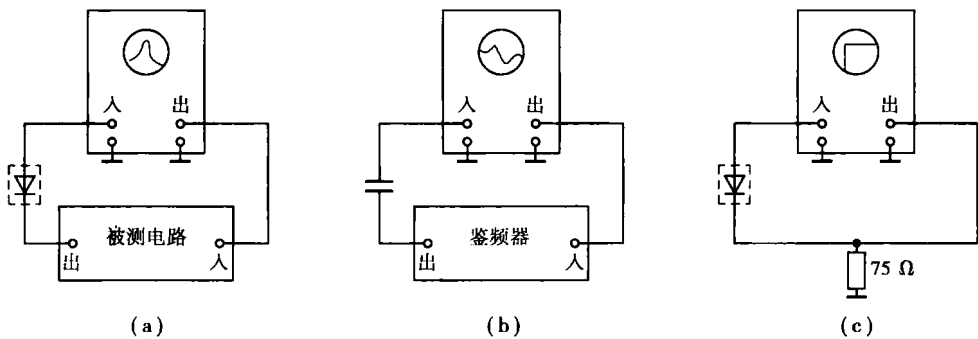

图 1.1 扫频仪的连接方法
①测试各种电路时的连接方法
A. 测试高频、中频、视频和伴音通道的幅频特性,可按图 1.1(a)所示连接。
B. 测试伴音鉴频特性,按图 1.1(b)所示连接。
C. 对本振频率的测试可按图 1.1(c)所示连接。